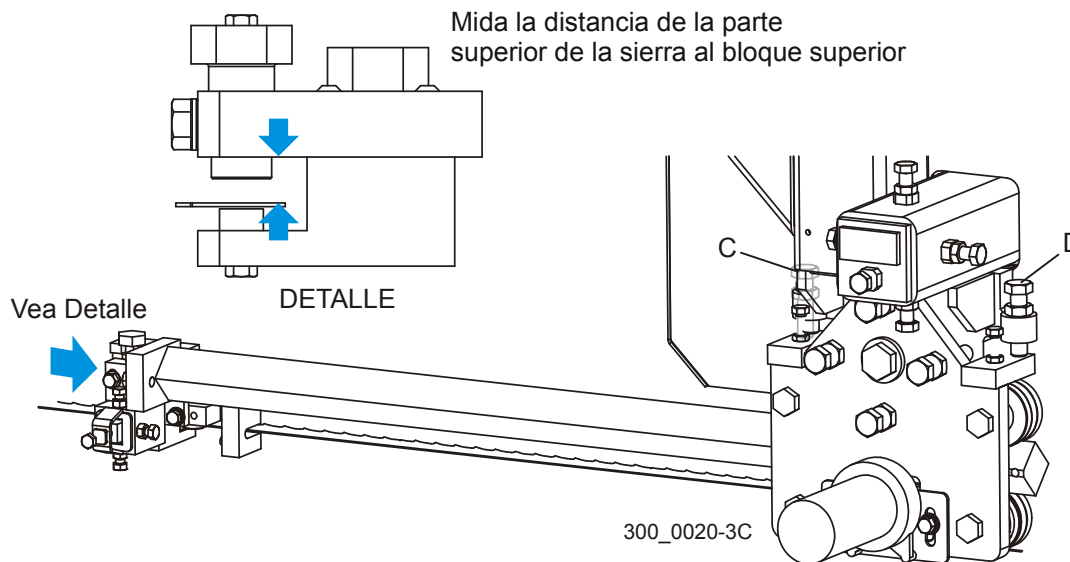

FIGURA 7-14
Vea la Figura 7-14. Con el brazo guíasierra ajustado hacia adentro cerca del guíasierra interior, mida la distancia de la parte superior de la sierra al bloque superior del guíasierra. Ajuste el brazo guíasierra hasta que quede completamente salido y mida nuevamente. Si las dos mediciones no son iguales dentro de 1/32", ajuste la inclinación vertical del brazo guíasierra. Para ajustar la inclinación vertical del brazo, ajuste los pernos (C y D) en la placa de montaje del brazo guíasierra. Afloje las contratuercas. Ajuste el perno (C) hacia arriba y el perno (D) hacia abajo para inclinar el brazo hacia arriba. Ajuste el perno (D) hacia arriba y el perno (C) hacia adentro para mover el brazo hacia la hoja de sierra. Vuelva a revisar la distancia de la hoja de sierra al bloque superior en ambos extremos del brazo. Vuelva a ajustar si es necesario. Apriete las contratuercas.